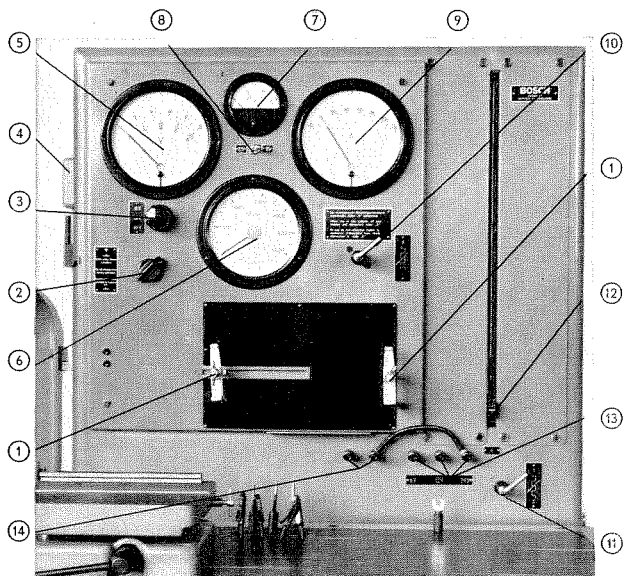
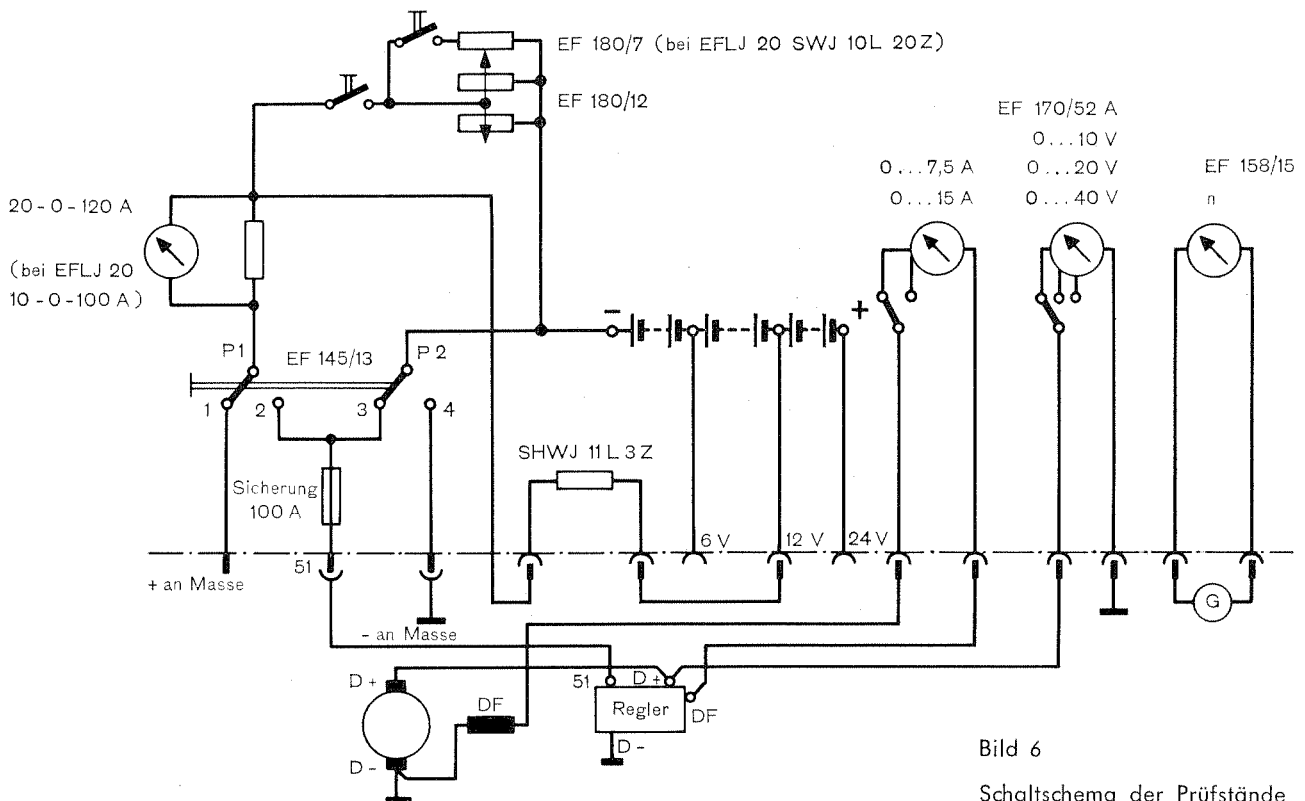

Bild 2 Schaltwand mit Instrumententafel
Bild 6
In die Schaltwand (siehe Bild 2)
- ⑫ Regelbarer Belastungswiderstand mit Schieber für 50 A
- ⑪ Hebelschalter für den festen Belastungswiderstand im FuÙe des Tischgestelles
- ⑬ 3 Anschlußklemmen (6 V, 12 V und 24 V) für Batterie-kabel (+ B) bei Prüfungen mit Batterie
- ⑭ 2 Anschlußklemmen zum Zu- und Abschalten des Schutz-widerstandes SHWJ 11L3Z *).
*) Dieser Widerstand ist in die Leitung von B+ eingebaut (siehe Bild 6) und schützt den Belastungswiderstand bei angeschlossener Batterie vor dem Durchbrennen, wenn der Schieber weit nach oben gestellt werden muß. Beim Messen des Rückstromes muß dieser Widerstand natürlich auch abgeschaltet sein.
Diese großen Stromstärken erfordern bei diesen Prüfungen die Zwischenschaltung eines Widerstandes zwischen Kabel „B+“ und der Klemme mit der geforderten Batteriespannung (6 V, 12 oder 24 V). Dieser Widerstand liegt zwischen den beiden unbezeichneten Klemmen links neben den 3 Klemmen „6 V, 12, 24 V“ (siehe Bild 2); er ist auf Bild 6 mit SHWJ 11 L 3 Z bezeichnet und wird mit einem Kabelstück dazwischengeschaltet.